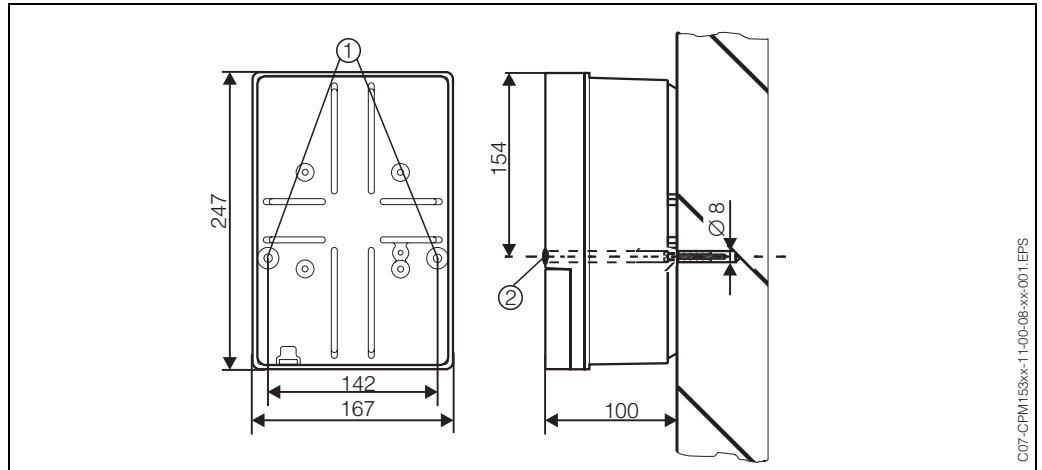

Abb. 2: Maße für die Wandmontage: Befestigungsschraube: \varnothing 6 mm, Dübel: \varnothing 8 mm
1. Bohrlöcher gemäß Abb. 2 vorbereiten.
2. Beide Befestigungsschrauben von vorne durch die betreffenden Befestigungsbohrungen (1) schieben.
4. Die Bohrungen decken Sie mit den Kunststoff-Abdeck-Kappen (2) ab.